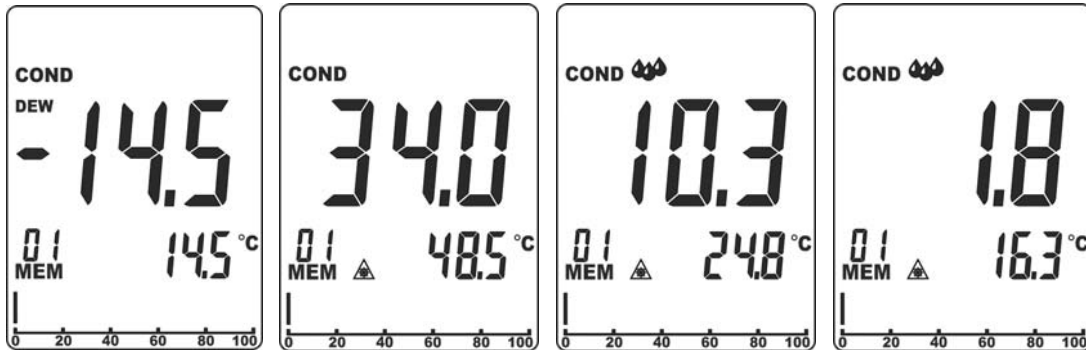

Abb. 11: Messung der Temperaturdifferenz von Oberflächen
3. Drücken Sie die Tasten **RH%** und **MOI** gleichzeitig, um in den Modus Kondensation einzutreten. Das Gerät zeigt den vom eingebauten Sensor gemessenen Temperaturwert des Taupunktes im sekundären Display an, die Angaben "COND" und "DEW" erscheinen im Display (siehe Abb. 11 – erste Bildschirmseite). Das Hauptdisplay zeigt immer die Differenz zwischen dem IRT Temperaturwert und der Temperatur des Taupunktes.
- Wenn die IRT Temperatur **um mehr als 14°C (25°F) höher** als die Temperatur des Taupunktes → ist, erscheint die Temperaturdifferenz (IRT-DP) im Hauptdisplay ohne weitere Angaben (siehe Abb. 11 – zweite Bildschirmseite).
- Wenn die IRT Temperatur **um 3°C÷14°C (5°F÷25°F) höher** als die Temperatur des Taupunktes → ist, erscheint die Temperaturdifferenz (IRT-DP) im Hauptdisplay, die Angabe "☁" erscheint im Display und das Gerät gibt einen Ton ab, um den Benutzer vor einer Gefahr von Kondensation in der Umgebung zu warnen (siehe Abb. 11 – dritte Bildschirmseite).
- Wenn die IRT Temperatur **um weniger als 3°C (5°F) höher** als die Temperatur des Taupunktes → ist, erscheint die Temperaturdifferenz (IRT-DP) im Hauptdisplay, die Angabe "☁☁" erscheint im Display und das Gerät gibt einen doppelten Ton ab, um den Benutzer vor einer großen Gefahr von Kondensation in der Umgebung zu warnen (siehe Abb. 11 – vierte Bildschirmseite).